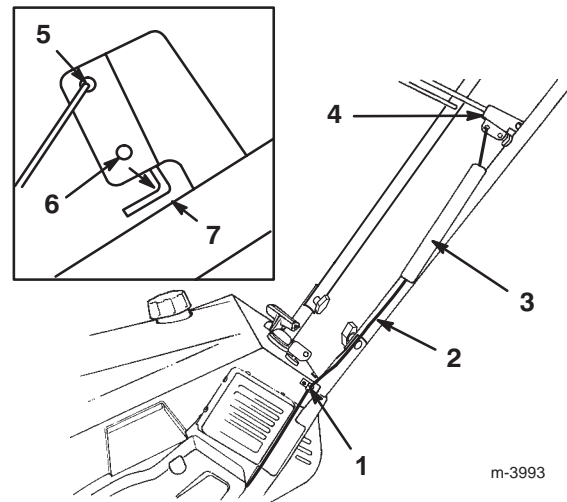

Bild 4
1. Verlegen Sie den Bowdenzug durch die Schlaufe an der linken Seite der Schneefräse (Bild 4).
4. Schieben Sie die Federabdeckung über die Feder und die Zugeinstellung. Schieben Sie dann das Federende durch das Loch im Ende der Federabdeckung (Bild 4).
5. Haken Sie die Feder in das obere Loch am Schaltstangenprofil ein (Bild 4).
7. Stellen Sie sicher, dass ein Abstand von 2–3 mm zwischen der Schaltstange und dem Griff besteht (siehe Ausschnitt in Bild 4). Beachten Sie zum Einstellen dieses Abstandes den Abschnitt "Einstellen des Bowdenzuges", Seite 15.